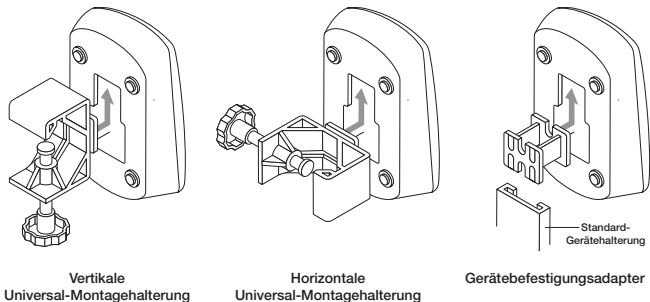

Abbildung 9. Aerogen Pro Steuergerät und Universal-Montagehalterung – Installationsvarianten
3. Mit der Universal-Montagehalterung kann das Steuergerät in vertikaler oder horizontaler Ausrichtung an einem Infusionsständer oder einer Bettschiene befestigt werden (Abbildung 9). Den Drehknopf nicht zu fest anziehen.
Wenn eine Standard-Gerätehalterung vorhanden ist, kann der Gerätebefestigungsadapter verwendet werden, um das Steuergerät zu befestigen (Abbildung 9).